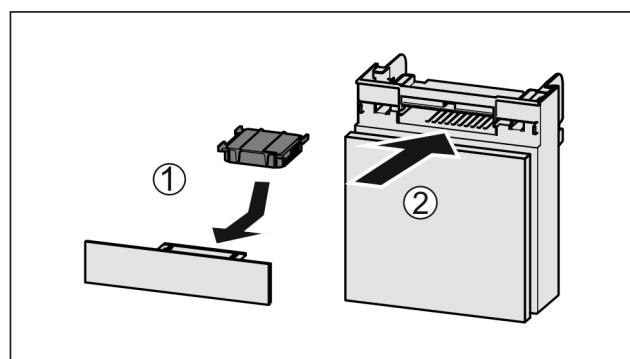

Fig. 208
- Insérer le filtre à charbon actif d'après le schéma Fig. 208 (1).
- Insérer le compartiment Fig. 208 (2).